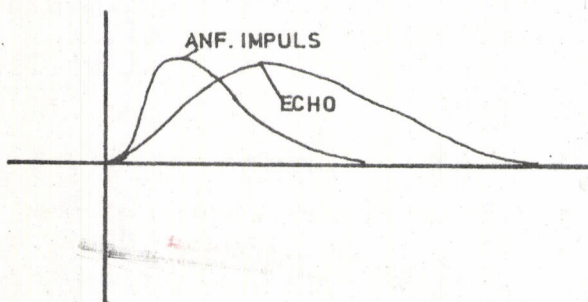

Fig. 4
- 1 Mit Taste (20) Anzeige auf C ($\frac{m}{\mu s}$) stellen.
- 2 Bekannte Laufgeschwindigkeit $V/2$ auf der Anzeige (18) mit Tasten (15) und (16) einstellen.
- 3 Mit Taste (20) Anzeige auf l_x (m) stellen.
- 4 Messbereich (14) so wählen, dass die Fehlerreflexion gerade noch im Bild (1) erfasst wird, wodurch optimale Auflösung und Messgenauigkeit erreicht wird.
- 5 Variable Nachbildung N 801 an (9) auf Polarität und Amplitude der anzumessenden Reflexion optimal einstellen.
- 6 Schalter (13) auf l_x stellen.
- 7 Signalverschiebung (15) bzw. (16) benutzen, und die Fehlerreflexion am Bildschirm (1) an den Anfang der Leuchtlinie verschieben.
- 8 Den nächst kürzeren Messabschnitt (14) wählen.
- 9 Schalter (13) auf $0/l_x$ stellen.
- 10 Mit (15) und (16) die Fusspunkte der Anfangs- und Fehlerreflexion zur Deckung bringen (s. Fig. 4).
- 11 Ablesen der Fehlerentfernung an (18) in m.
- 1 Mit Taste (20) Anzeige (18) auf l_x (m) stellen.
- 2 Mit den Tasten (15) und (16) die bekannte Länge der Leitung bzw. die Entfernung bis zu einer bekannten Fehlerstelle auf der Anzeige (18) einstellen.
- 3 Mit der Taste (20) die Anzeige (18) auf $\frac{V}{2}$ stellen. ($C \frac{m}{\mu s}$).
- 4 Schalter (17) in die Stellung $0/l_x$ bringen.
- 5 Auf dem Bildschirm (1) die Fusspunkte der anzu-messenden Anfangs- und Endreflexion des Kabels bzw. die der Anfangs- und bekannten Fehlerreflexion durch Betätigung der Tasten (15) und (16) zur Deckung bringen. Siehe Fig. 4.
- 6 Bei Deckung der Fusspunkte ist an (18) die Impuls-laufgeschwindigkeit $V/2$ abzulesen.